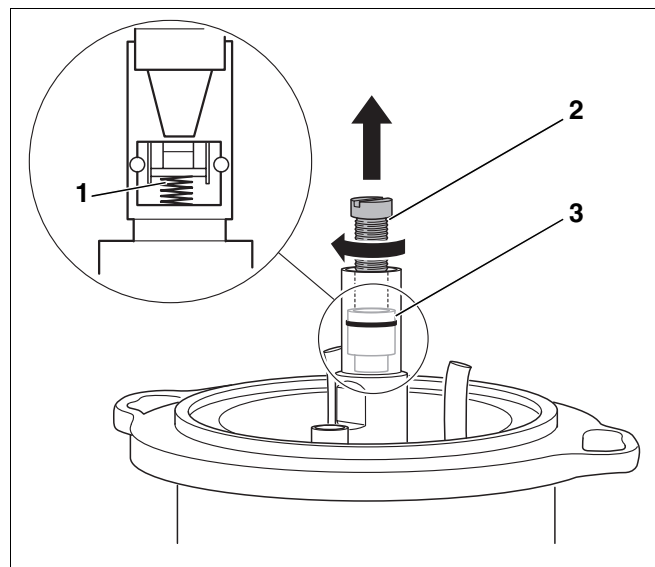

Рис. 37 Замена запорного клапана
Запорный клапан (рис. 37, **поз. 3**) в подогревателе топлива работает как обратный клапан. Работающий топливный насос подает дизтопливо через запорный клапан. При выключении насоса клапан закрывается пружиной (рис. 37, **поз. 1**).
- Ввернуть винт M5 × 50 (рис. 37, **поз. 2**) и вынуть запорный клапан (рис. 37, **поз. 3**).